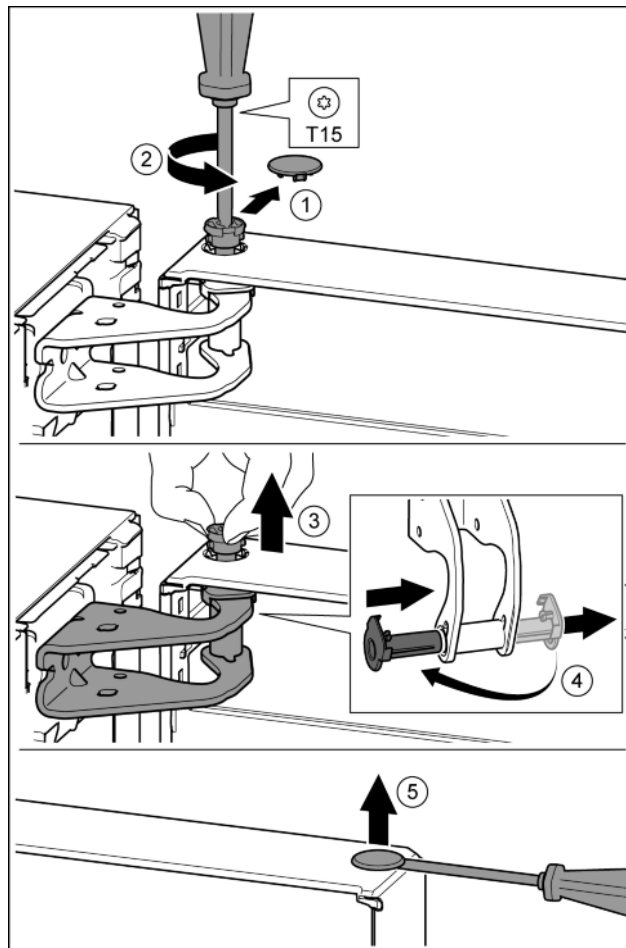

Fig. 13
- ▶ Ostrożnie zdjąć osłonę zabezpieczającą. Fig. 13 (1)
- ▶ Sworzeń wykręcić nieco przy pomocy śrubokręta T15. Fig. 13 (2)
- ▶ Przytrzymać drzwi i wyjąć sworzeń palcami. Fig. 13 (3)
- ▶ Tuleję łożyskową wyjąć z prowadnicy. Założyć z drugiej strony i zazębnić. Fig. 13 (4)
- ▶ Zatyckę ostrożnie podważyć przy pomocy śrubokręta i wyjąć z tulei łożyskowej drzwi. Fig. 13 (5)